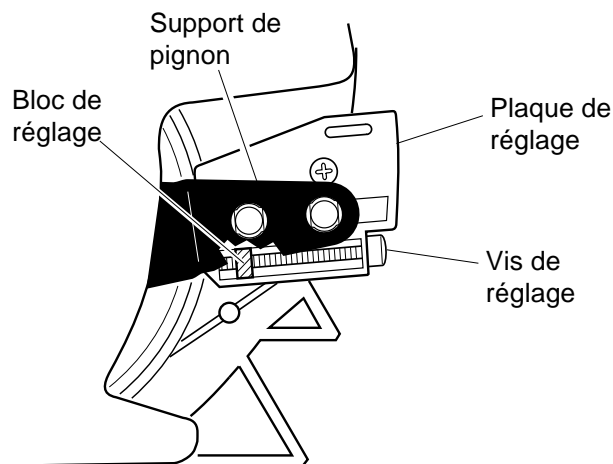

Figure 4 - Emplacement des pièces pour l'assemblage de la lame-guide
3. Tourner la vis de réglage dans le sens horaire. (Voir la figure 4.) Continuer à tourner la vis jusqu'à ce que le bloc de réglage soit à l'arrière de la plaque de réglage.